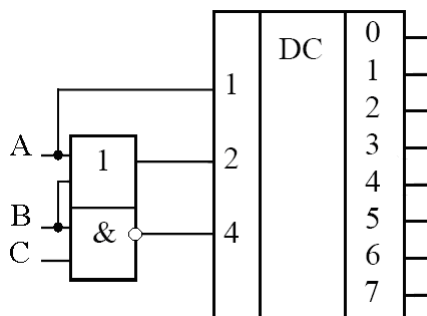

Рис. 4
14. Составьте таблицу истинности для цифрового устройства, изображенного на рис. 4.